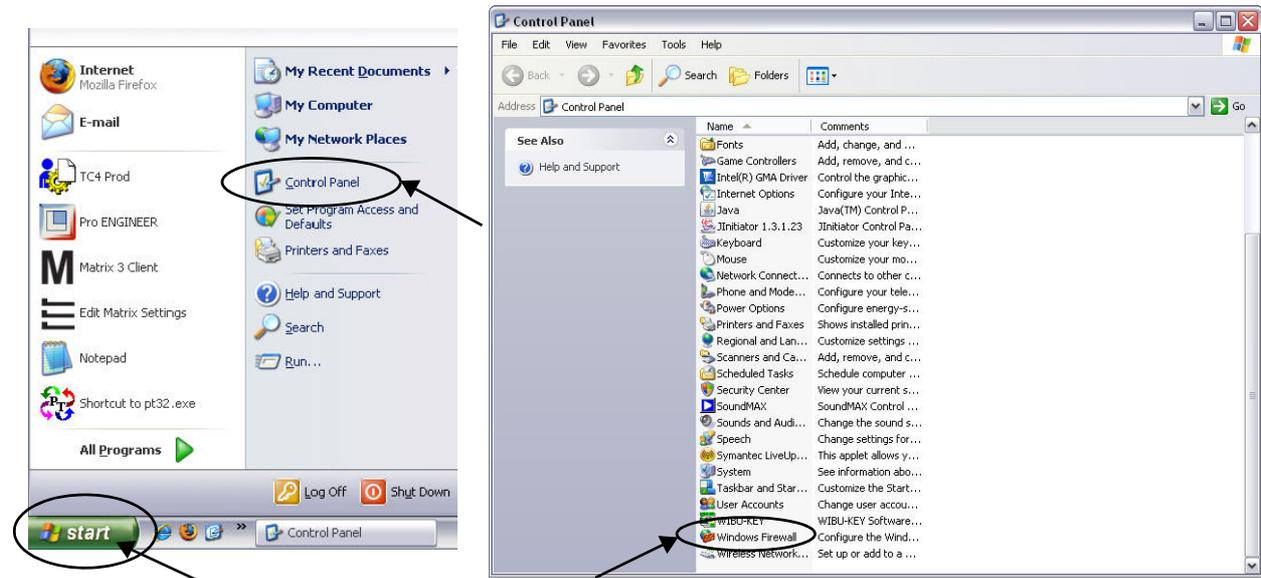

FIG. 24
1. Per avviare l'editor, fare clic su Start/Tutti i programmi/Windows Firewall (FIG. 24).